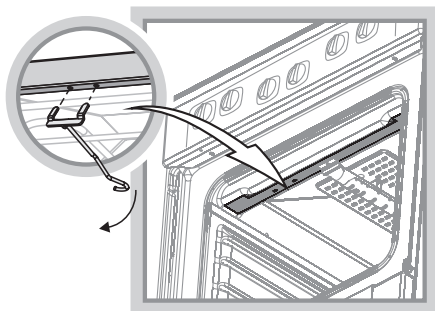

Рис.6
- Установите крючок, для чего вставьте муфта привода вертела «усы» крючка в пазы верхней полки проема духовки и опустите крючок вниз (рис. 6).
- Установите крючок, для чего вставьте «усы» крючка в пазы верхней полки проема духовки и опустите крючок вниз (рис. 6).